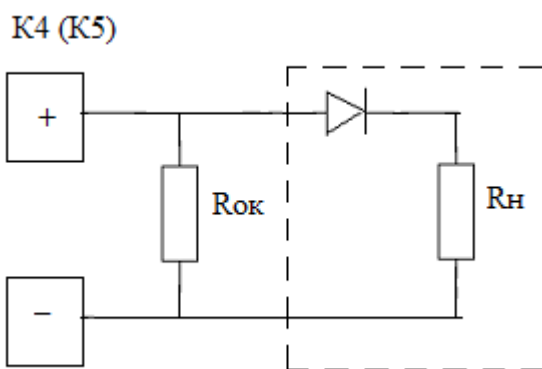

Рисунок 4.1
4.2.5 Нагрузку к контролируемым выходам 4 и 5 следует подключать по схеме (см. рис.4.1). Оконечный резистор – 4,7кОм ± 5% – 0,5Вт. Если подключаемая нагрузка не имеет встроенного диода, следует использовать внешний диод, например **1N5400** или аналогичный.